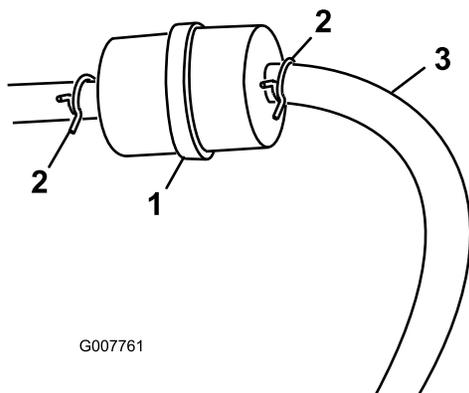

Figure 21
3. Pincez les extrémités des colliers et faites-les glisser pour les éloigner du filtre (Figure 21).
5. Posez un filtre neuf et rapprochez les colliers de fixation du filtre (Figure 21).
3. Desserrez le collier de serrage au niveau du filtre à carburant et éloignez-le du filtre en le poussant le long de la conduite d'alimentation (Figure 21).
4. Débranchez les conduites d'alimentation du filtre à carburant (Figure 21).
Remarque: Laissez l'essence s'écouler dans un bidon ou un bac de vidange (Figure 21).
5. Raccordez la conduite d'alimentation au filtre. Rapprochez le collier de serrage du filtre pour fixer la conduite d'alimentation (Figure 21).